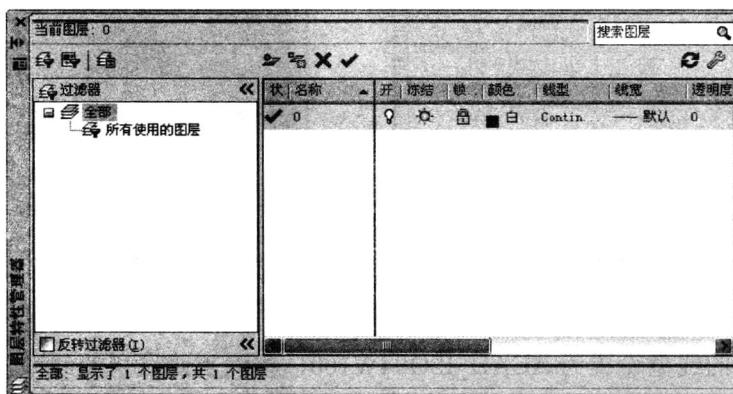

图 1-2 新建图层
2. 选择菜单“格式”→“图层”选项或单击“图层”工具栏中按钮，弹出“图层特性管理器”对话框。单击对话框中的按钮或回车，新建一个图层，系统默认该图层的名称为“图层 1”，如图 1-2 所示。